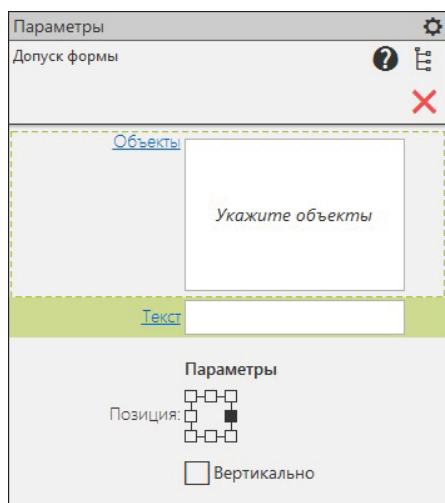

Рис. 28.15. Панель Параметры:
- ◆ ЛК мыши укажите точку, определяющую положение таблицы допуска. В графической области автоматически появляется таблица для ввода допуска (см. рис. 12.13). После указания обозначаемого объекта автоматически определяется положение плоскости обозначения. На панели **Параметры: Допуск формы** (рис. 28.15) выполните такие настройки: